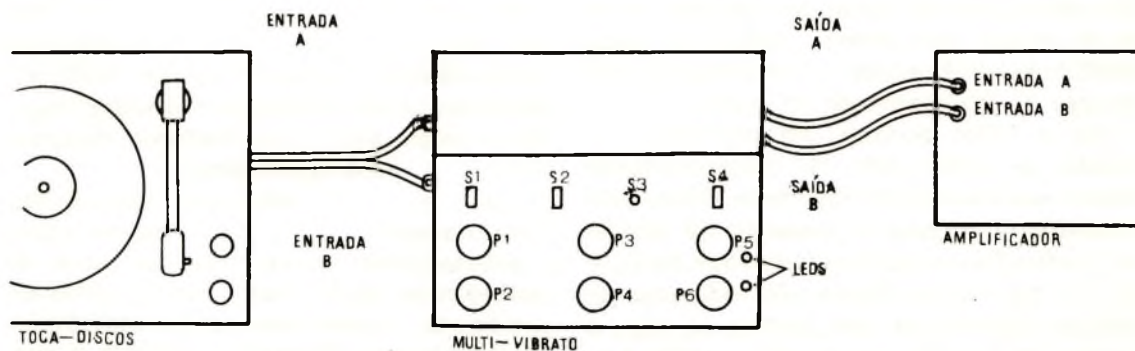

Figura 11
h) Os jaques de entrada e saída devem ser escolhidos de acordo com os jaques do aparelho de som em que queremos introduzir os efeitos. O jaque de entrada deve ser de acordo com o pino de ligação da fonte de sinal (RCA para toca-discos) ou DIN para tape-decks ou cassetes, enquanto que o jaque de saída deve ser de acordo com o plugue de entrada do amplificador. Na figura 11 damos a maneira de se intercalar o circuito corretamente ao seu equipamento de som.